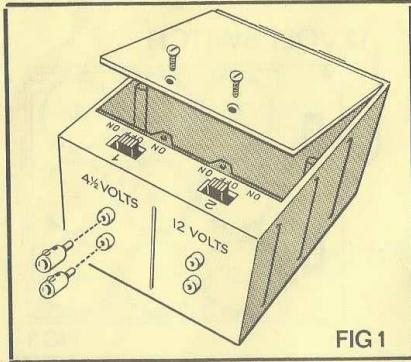

FIG 1
- Die beiden Schrauben auf der Oberseite des Kastens lösen und Deckel entfernen (Abb. 1)
- Skruta ur de 2 skruvarna överst på dosan och tag av locket (Fig.1.)